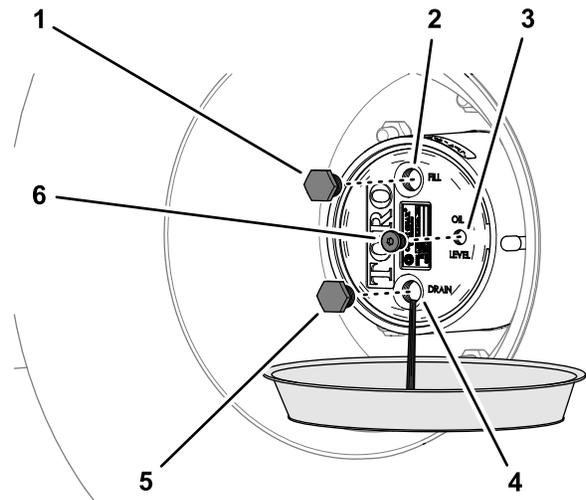

Рисунок 89
2. Установите сливной поддон под ступицу планетарной передачи, снимите пробку сливного отверстия, пробку заливочного отверстия и пробку контрольного отверстия и дайте маслу полностью стечь (Рисунок 89).